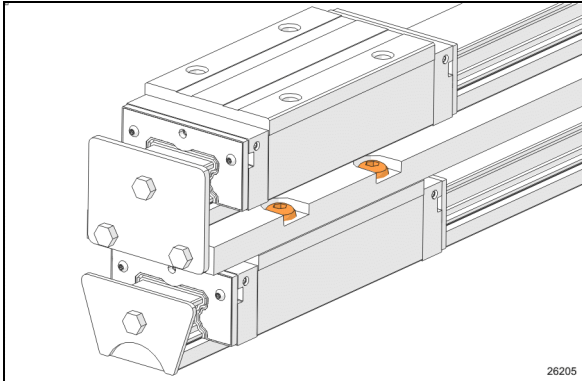

FIGURE 46: VIS DE MONTAGE DU CHARIOT DE PALIER
- 13 Réinstaller les vis de montage du chariot inférieur (Figure 46)